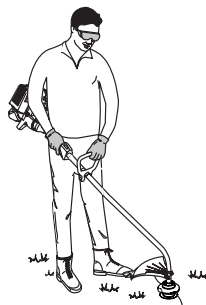

Fig. 15
3. Sostenga la unidad en la posición de funcionamiento (Fig. 15). Si es necesario, reubique el mango en forma de D hacia el punto que ofrezca el mejor agarre.
Antes de operar esta unidad, párese en posición de operación (Fig. 15). Verifique lo siguiente: